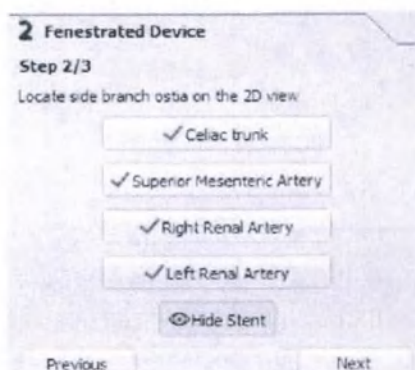

Рисунок 9: Модуль оперативной помощи расположения фенестрированного имплантируемого устройства.
- Подтвердите, нажав на кнопку соответствующей ветви (Рисунок 9)